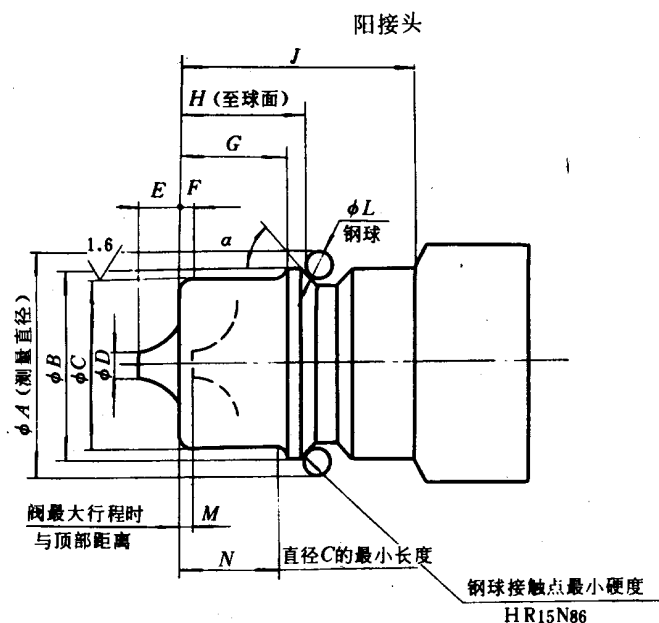

图 1
液压快换接头的尺寸要求见图 1、表 1。
2.4 图1中单向阀的型式由制造厂确定。